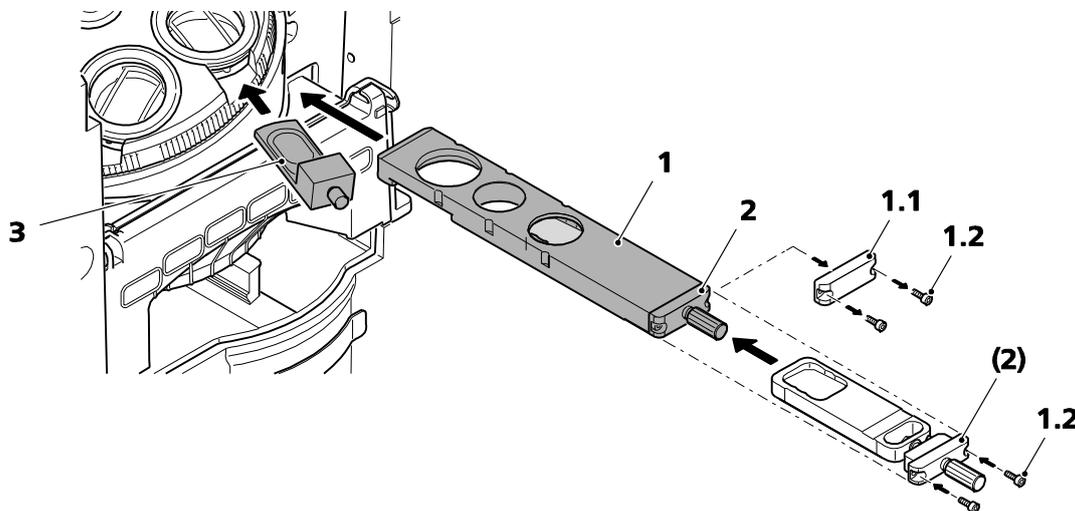

Fig. 153 Réglage du contraste PlasDIC
- Insérer le curseur PlasDIC (Fig. 153/3) dans l'emplacement DIC des objectifs à utiliser et faire pivoter ou glisser un analyseur, par exemple le module de l'analyseur Pol ACR P&C de la tourelle porte-réfecteurs ou le curseur d'analyseur, fixé, dans le chemin optique.
- Insérer le curseur de contraste à 3 positions (Fig. 153/1) avec le module PlasDIC (/ 2) dans Fig. 153 l'emplacement situé sous la tourelle porte-objectifs.
- Desserrer les vis (Fig. 153/1.2) du cache (Fig. 153/1.1) du curseur de contraste puis retirer le cache.
- Insérer le module PlasDIC (Fig. 153/2) dans le curseur de contraste et le fixer avec les vis (Fig. 153/1.2).